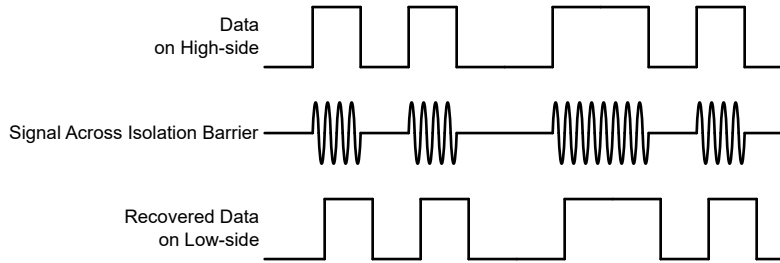

图 6-2. 基于 OOK 的调制方案
AMC23C10-Q1 使用开关键控 (OOK) 调制方案 (如图 6-2 所示)，跨过基于 SiO_2 的隔离栅来传输比较器输出状态。功能方框图所示发送驱动器 (TX) 跨过隔离栅发送一个内部生成的高频载波来表示数字一，不发送信号则指示数字零。